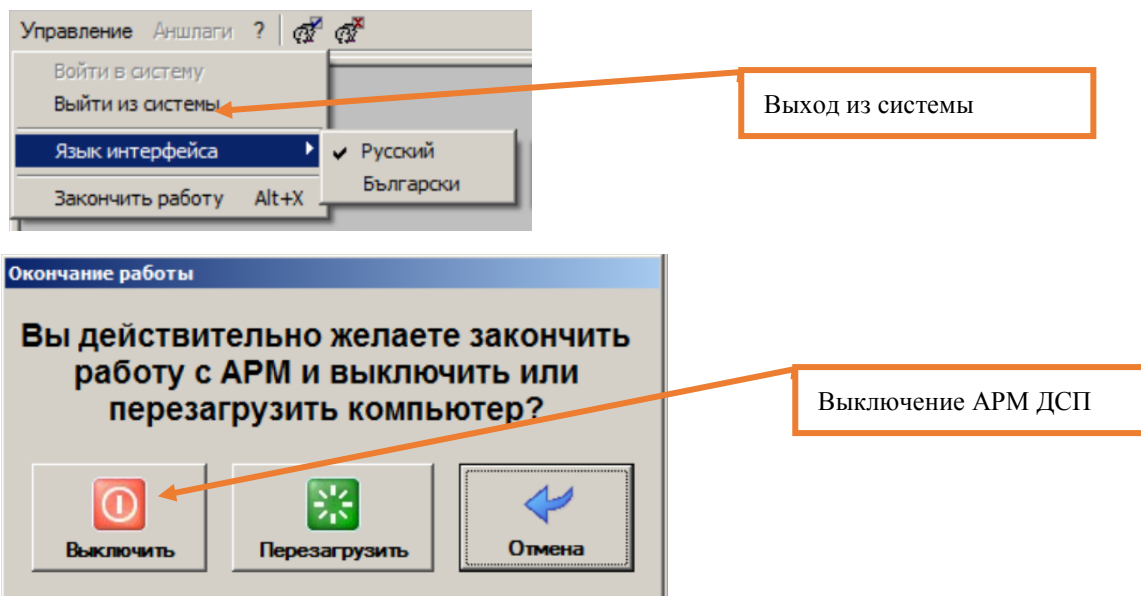

Рисунок 1. Выключение АРМ ДСП.
7.1.2 ДСП в присутствии старшего электромеханика, согласно КТП ЦШ 1092-2019, выходит из программы и выключает системный блок АРМ ДСП, на котором будет производиться диагностика аппаратных средств системного блока (Рисунок 1).